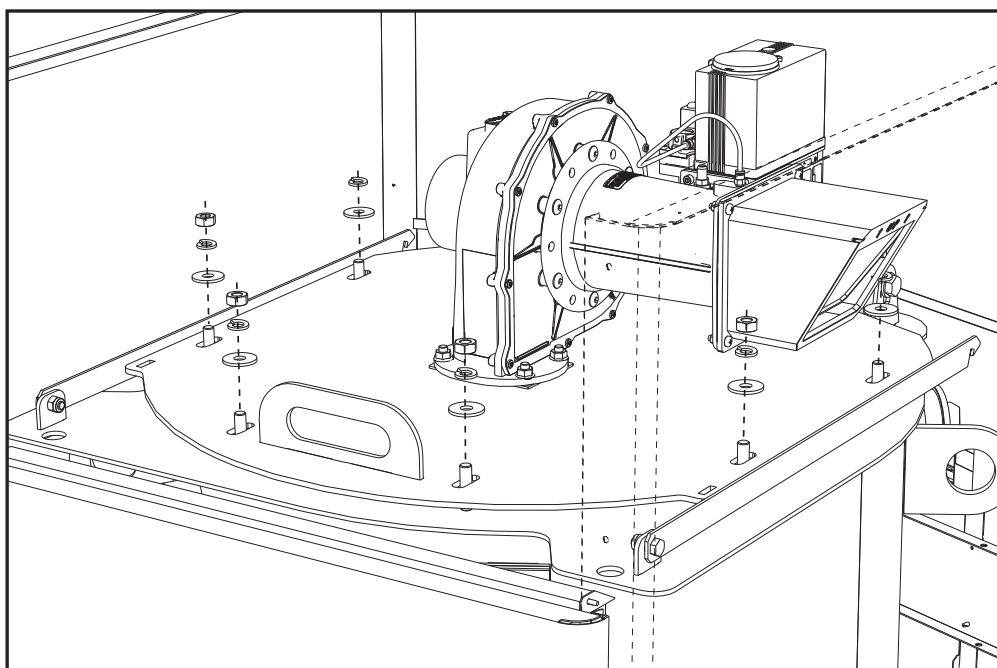

рис. 67
- Снимите гайки и шайбы (рис. 67).